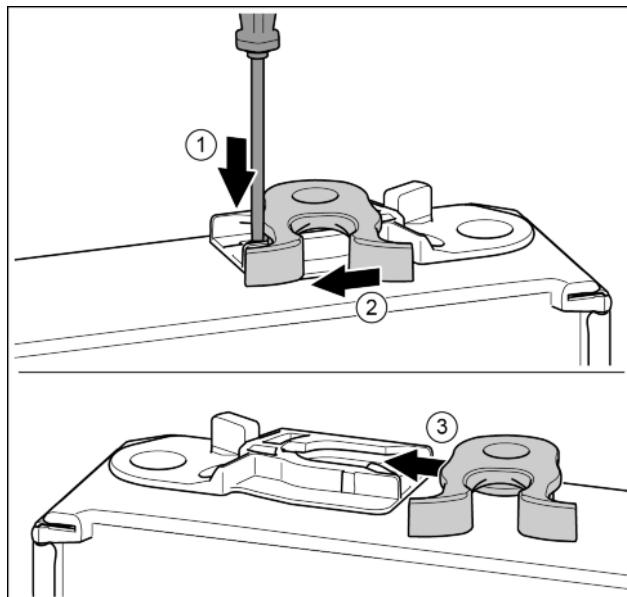

Fig. 19
- Нажать накладку шлицевой отверткой вниз. *Fig. 19 (1)*
- Запорный крючок вывести из направляющей. *Fig. 19 (2)*
- Запорный крючок вставить в направляющую с другой стороны. *Fig. 19 (3)*